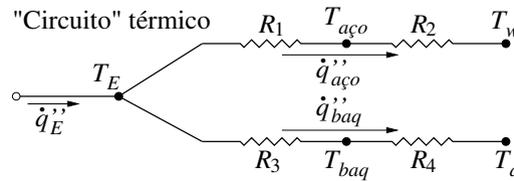

FIGURA 2 – Desenho esquemático do circuito térmico para o exercício 2.
2) A Figura 2 apresenta o esquema do circuito térmico equivalente para este exercício.
O circuito térmico apresentado na Figura 2 justifica-se pelo fato de que o elemento de aquecimento está inserido **entre** dois materiais. Ao dissipar calor, o faz para os dois materiais que o envolvem. A magnitude do fluxo de calor que atravessará cada um dos materiais irá depender das resistências térmicas associadas.
Calculando as resistências térmicas, conforme representadas na Figura 2: